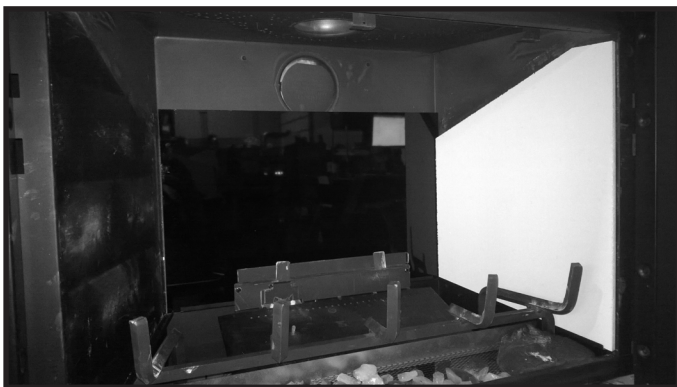

Figure 2. Installer le panneau de verre arrière
3. Installez le panneau de verre arrière devant le panneau d'isolation à l'arrière du support du réfractaire. Maintenez le panneau de verre arrière et glissez l'un des côtés du panneau isolant en place entre le support du réfractaire latéral et le côté de la boîte à feu, comme il est indiqué à la figure 2.